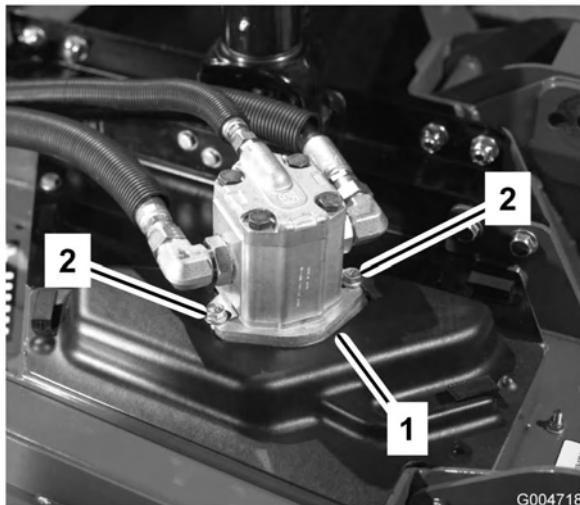

Figura 66
4. Togliete i bulloni che fissano il motore idraulico all'apparato di taglio (Figura 66). Togliete il motore e appoggiatevelo sopra l'apparato di taglio.